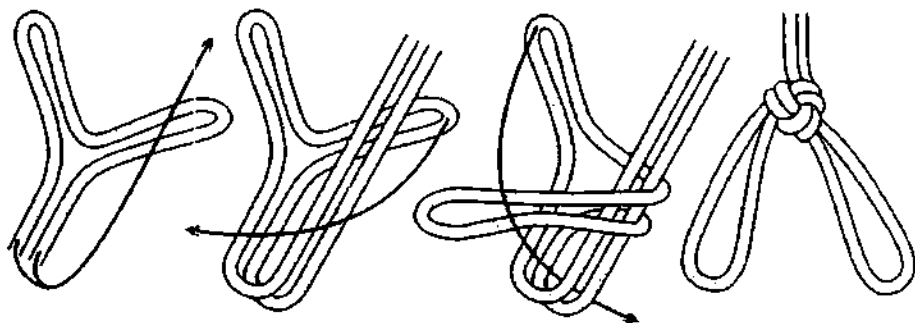

Рис. 451. Тройной плетёный узел.
**Тройной плетёный узел** представляет собой две фиксированные не соединяющиеся петли (рис. 451). **Тройной плетёный узел** можно вязать как на конце, так и на середине верёвки. **Триплекс** очень крепкий и надёжный, узел быстро вяжется, но трудно развязывается после приложения нагрузки. При небольших нагрузках **триплекс** можно использовать для подвешивания снаряжения, продуктов питания и т. д. **Триплекс** можно использовать в декоративных целях.